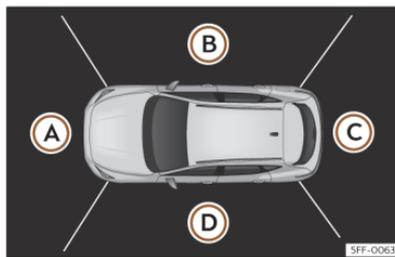

Abb. 156 Anzeige der Rundumsicht: Vogelperspektive.
Es stehen 4 verschiedene Ansichten zur Verfügung >>> (**Abb. 156**):
Die Kombination aller Kamerabilder ergibt die Vogelperspektive >>> (**Abb. 156**). Die Vogelperspektive kann durch Drücken auf das Fahrzeug innerhalb des Bereiches gewählt werden.
Durch Drücken auf die verschiedenen Bereiche >>> (**Abb. 156**) (A) bis (D) der Vogelperspektive oder der reduzierten Vogelperspektive kann die entsprechende Ansicht gewählt und fixiert werden, die dann in Orange hervorgehoben wird.